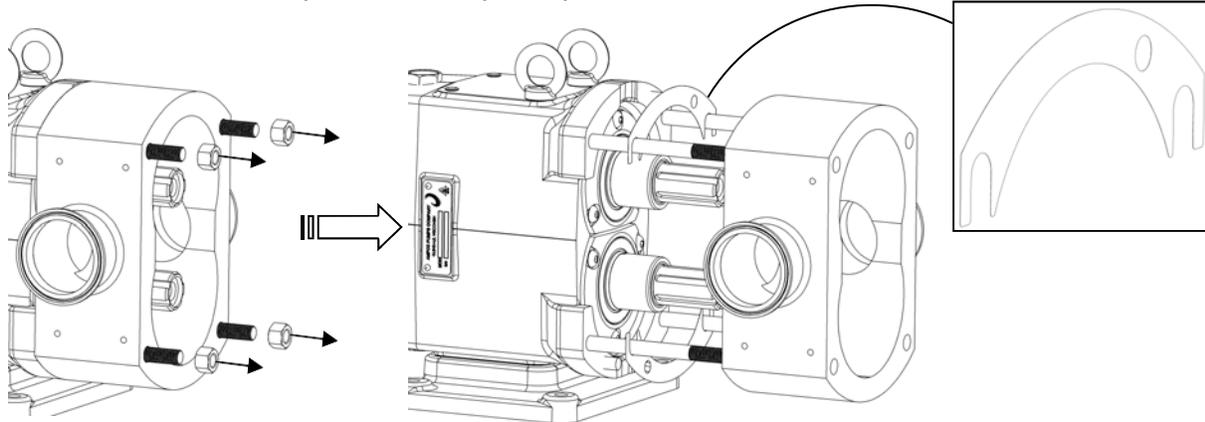

Figura 28: Retirada del cuerpo de la bomba
4) Retire las cuatro tuercas de sujeción del cuerpo con la llave apropiada. Jale del cuerpo de la bomba deslizando a lo largo de los postes (Figura 28). Si el cuerpo está atascado, use un mazo suave para golpear el cuerpo. Inspeccione el cuerpo para ver si está excesivamente desgastado, límpielo y siga con el mantenimiento del sello. Es importante llevar un registro de las calzas superiores e inferiores y de los ejes a los que están asociadas. Se instalan de acuerdo con la fábrica para ese cuerpo en particular.